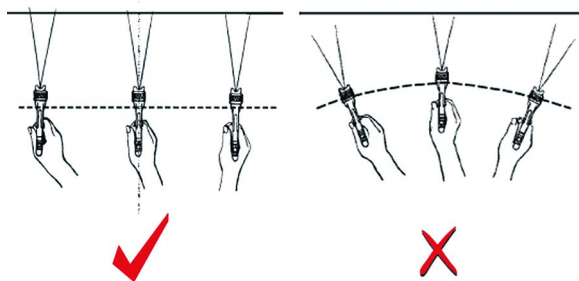
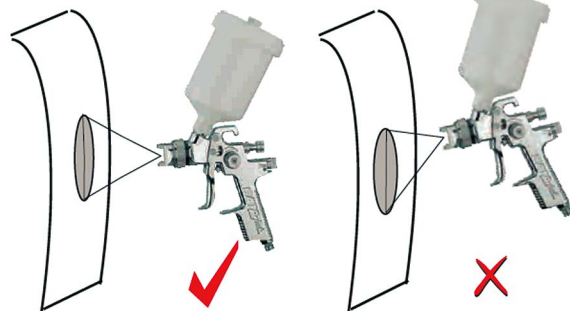

图13 轨道式喷涂
图14 喷涂角度
(4) 喷幅调整。通过逆时针旋转喷幅调节旋钮，增大喷枪的喷幅；通过顺时针旋转喷幅调节旋钮，减小喷枪的喷幅。通过逆时针旋转涂料流量调节旋钮，增大枪针行程，从而增大涂料流量；通过顺时针旋转涂料流量调节旋钮，减小枪针行程，从而降低涂料流量。
(5) 喷枪控制。进行轨道式喷涂时，喷枪应与被喷板件保持一定垂直距离，匀速往复运行（图13），喷枪与被喷板件间的角度为90°（图14）。